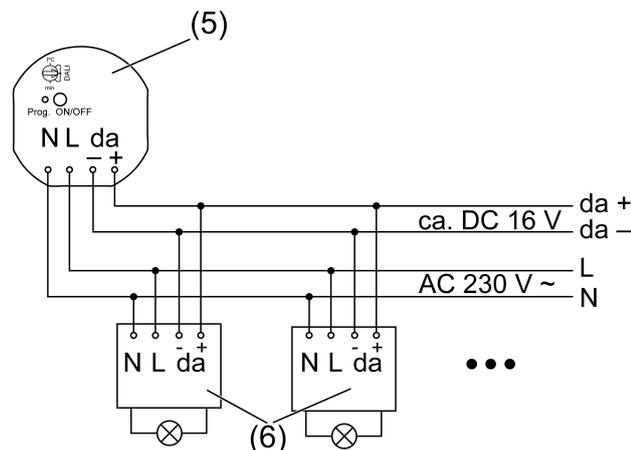

Figura 2: Esempio di collegamento
- Collegare il dispositivo di comando (5) e gli apparecchi di alimentazione DALI (6) secondo lo schema esemplificativo (Figura 2). A tale proposito, verificare le indicazioni del produttore sugli apparecchi di alimentazione.
- Inserire il dispositivo di comando nella scatola apparecchi in modo tale che il tasto **Prog** (2) e il LED di stato (3) siano visibili.